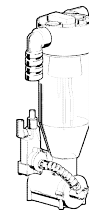

Fig. 6
*Como veremos el problema de los contenedores y de los Mini-Separadores en la consulta, tiene que ver solamente con los equipos más tradicionales, los de aire. Los equipos de húmedo no tienen necesidad de separadores en los grupos. Con estos equipos los líquidos aspirados recorren todo el circuito de aspiración y se drenan en la sala de máquina: en los grandes equipos un Vaso-Separador G, fig. 29, recibe el material aspirado de todas las consultas, separa los líquidos del aire y los descarga en las cloacas. En los pequeños equipos, el mismo trabajo es realizado por un sistema centrífugo que separa el aire del agua y drena el líquido y lo descarga, fig. 33a-33b-34a-34b. En los equipos de aire, por falta de espacio prácticamente ha desaparecido el Canister (separador de buena memoria) para ser sustituido por el Mini-Separador automático, fig. 6.*